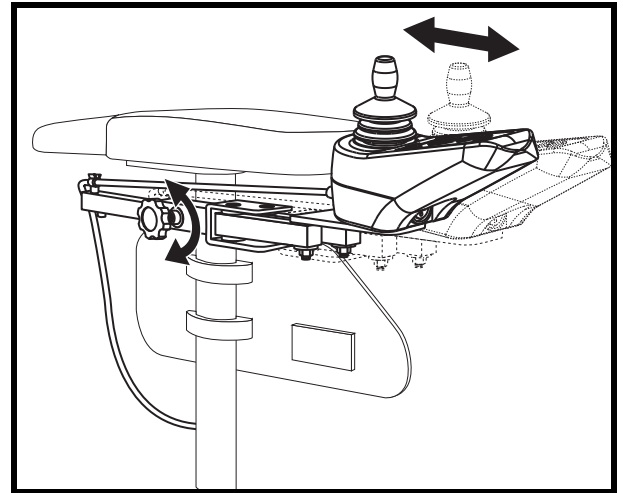

Abb. 18. Position der Steuerung
4. Lösen Sie den Feststellknopf der Armlehne, an der die Steuerung montiert werden soll. **Siehe Abb. 18.**